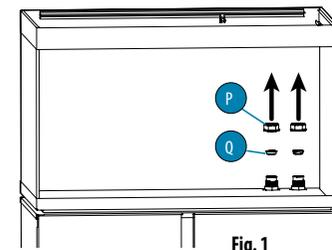

Fig. 1
1. Skru proppen (P) ud manuelt, og tag proppen (Q) ud af åbningen (O) (fig. 1).
- VIGTIGT: Opbevare propperne (P) og (Q) for eventuel fremtidig brug.**
1. Skru proppen (P) ud manuelt, og tag proppen (Q) ud af åbningen (I) (fig. 1).